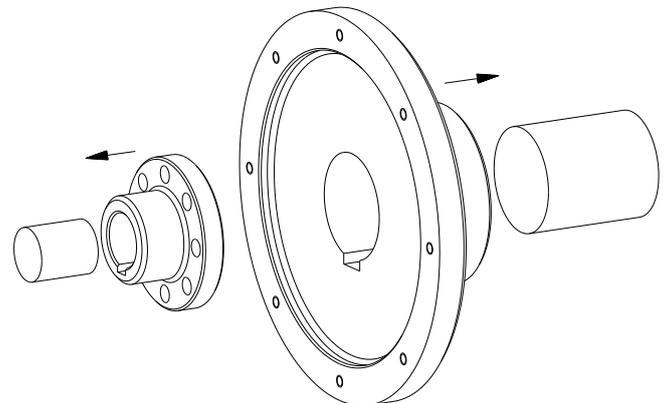

Bild 18: Montage der Nabe und der Flanschnabe bzw. des Kupplungsflansches mit Zusatzflansch (Beispiel: Bauart HEW-ZS (Gr. 48 bis G 80))
- Montieren Sie die ZW-Nabe (Bauteil 2) und die Flanschnabe (Bauteil 4) bzw. den Kupplungsflansch mit Zusatzflansch (Bauteil 4.1 und 4.2) auf die Welle der An- und Abtriebsseite (siehe Bild 18).